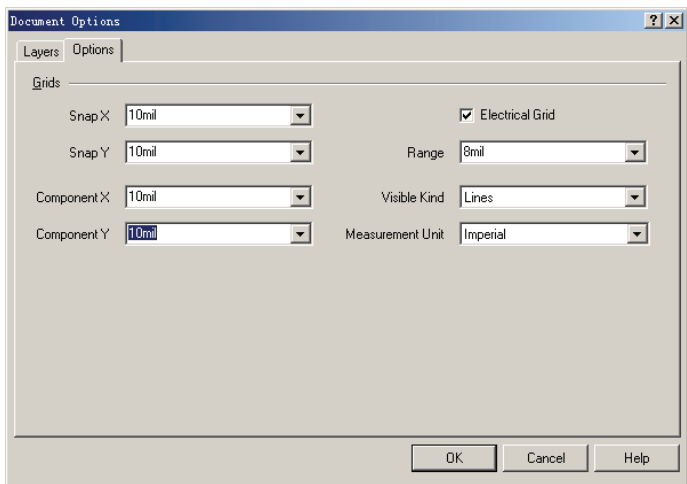

图 5-86 “Options” 选项卡
3) “Options”选项卡如图 5-86 所示。在该选项卡中可设置 Snap（格点）、Electrical Grid（电气栅格）、Measurement Unit（计量单位）等，在这里“Snap”和“Component”间距设置均为 10mil。